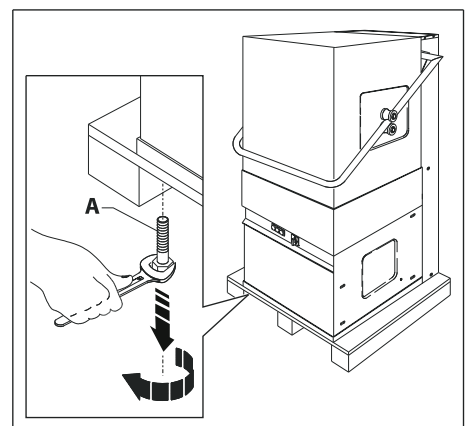

Abb. 3
2. Die beiden „A“ Schrauben abnehmen, wo den Geschirrspüler an der Transportpalette befestigt ist (Bild 3)